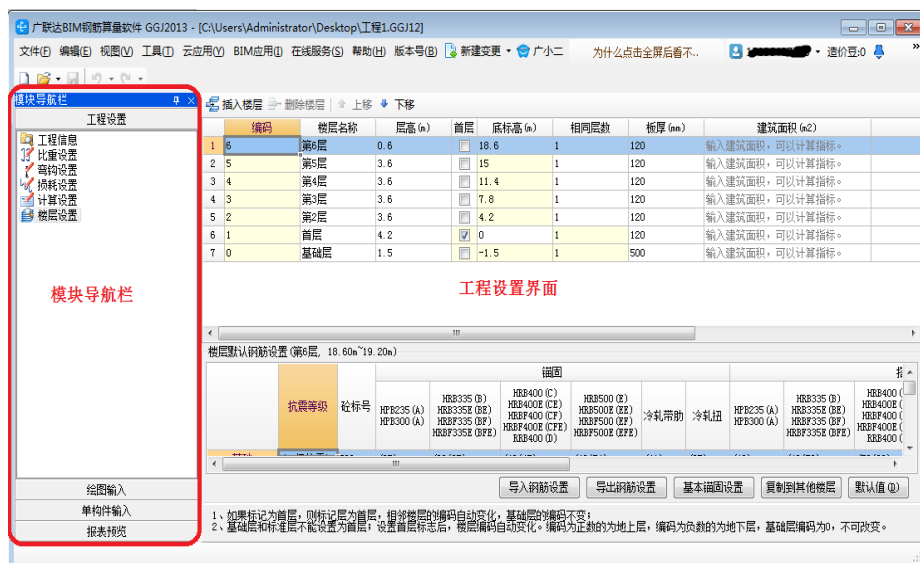

图 2-1 工程设置界面
(1) 工程设置界面分为：工程信息、比重设置、弯钩设置、损耗设置、计算设置和楼层设置。
(2) 模块导航栏：在软件的各个界面切换，如图 2-1 所示。